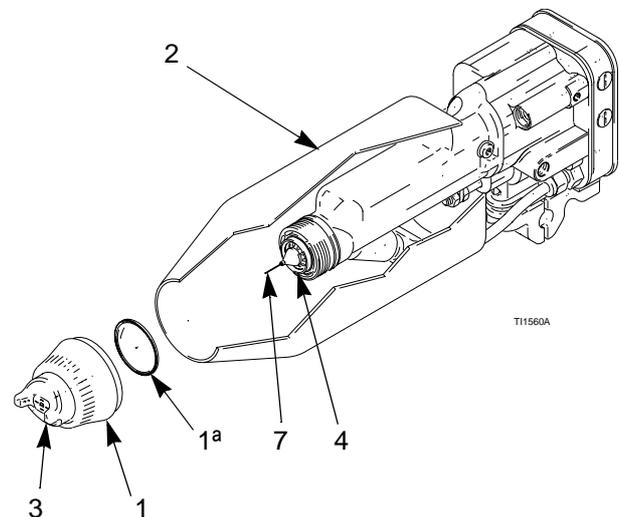

Fig. 13. Limpieza del cabezal de aire y de la boquilla de fluido
2. Extraiga el conjunto del cabezal de aire (1, 3) y la carcasa (2). Vea Fig. 13.
3. Limpie la boquilla de fluido (4), la carcasa (2), y la superficie exterior de la pistola con un trapo humedecido en disolvente. Evite que entre disolvente en los pasajes de aire. Siempre que sea posible, apunte la pistola hacia abajo cuando la limpie.
4. Si parece que hay pintura dentro de los pasajes de aire de la boquilla del fluido (4), desmonte la pistola de la línea y repárela.
5. Limpie el cabezal de aire (3) con el cepillo de cerda suave y disolvente o sumérgalo en un disolvente adecuado y limpiarlo.